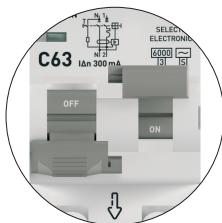

Рис. 5 – Индикация срабатывания АВДТ-63N по короткому замыканию или перегрузке
Рукоятка управления АВДТ состоит из двух частей. При срабатывании АВДТ по причине возникновения короткого замыкания или перегрузки, левая часть рукоятки управления переходит в нижнее положение (OFF), а правая рукоятка остаётся в верхнем положении (ON), как показано на рис. 5.